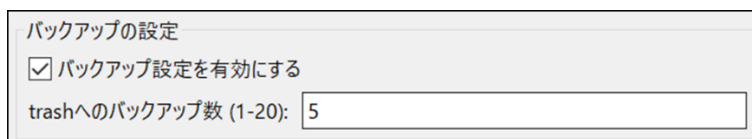

図 4-45 バックアップ数の設定
- 【注】 1. ユーザーは、[trash へのバックアップ数(1~20)] オプション（図 4-45 に示す）を設定することで、バックアップのため、トラッシュフォルダーに生成したフォルダーの数を制限できます。制限を超えると、新しいフォルダーが古いフォルダーを置き換えます。